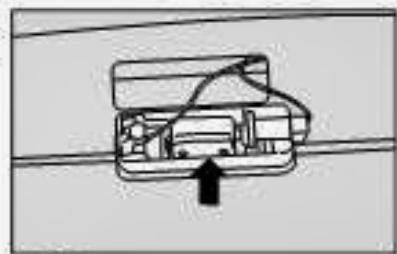

fig. 25
- 2) retire o refletor, atuando com uma chave de fenda no ponto indicado pela seta fig. 25.